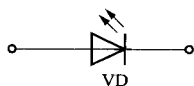

图 1-9 发光二极管的符号
(1) 普通发光二极管。普通发光二极管与普通二极管一样,也是由 PN 结构成的,同样具有单向导电性,但在正向导通时能发光,所以它是一种把电能转换成光能的半导体器件。电路符号如图 1-9 所示。